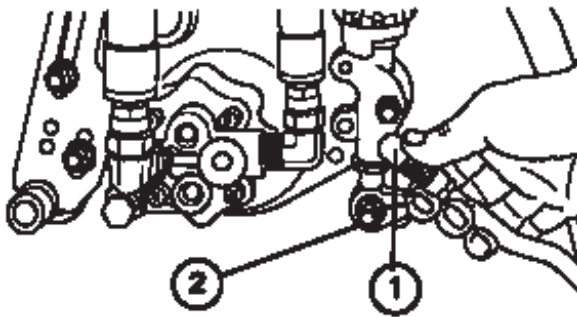

Bild 4
5. Schieben Sie die Hülse am Kugelgelenk zurück und drehen die Zugarme so nach unten, dass der Steckschlüssel über den Kugelbolzen passt. Lösen Sie die Hülse, so dass sie über den Bolzen geht und die Baugruppen miteinander verbindet (Bild 4).